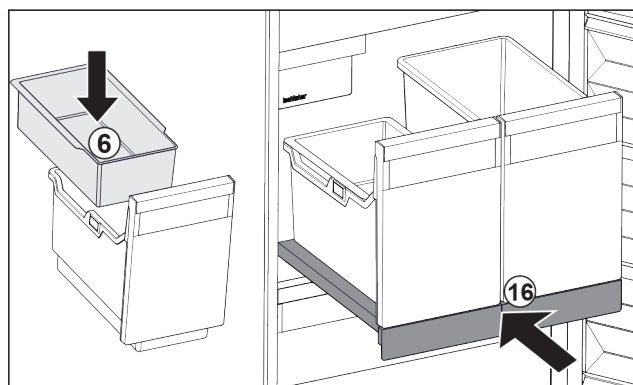

Fig. 198
- ▶ Vendosni tasin me varje *Fig. 198 (6)* për kubat e akullit.
- ▶ Shtyni brenda raftin me tërheqje me kutinë (IceTower). *Fig. 198 (16)*